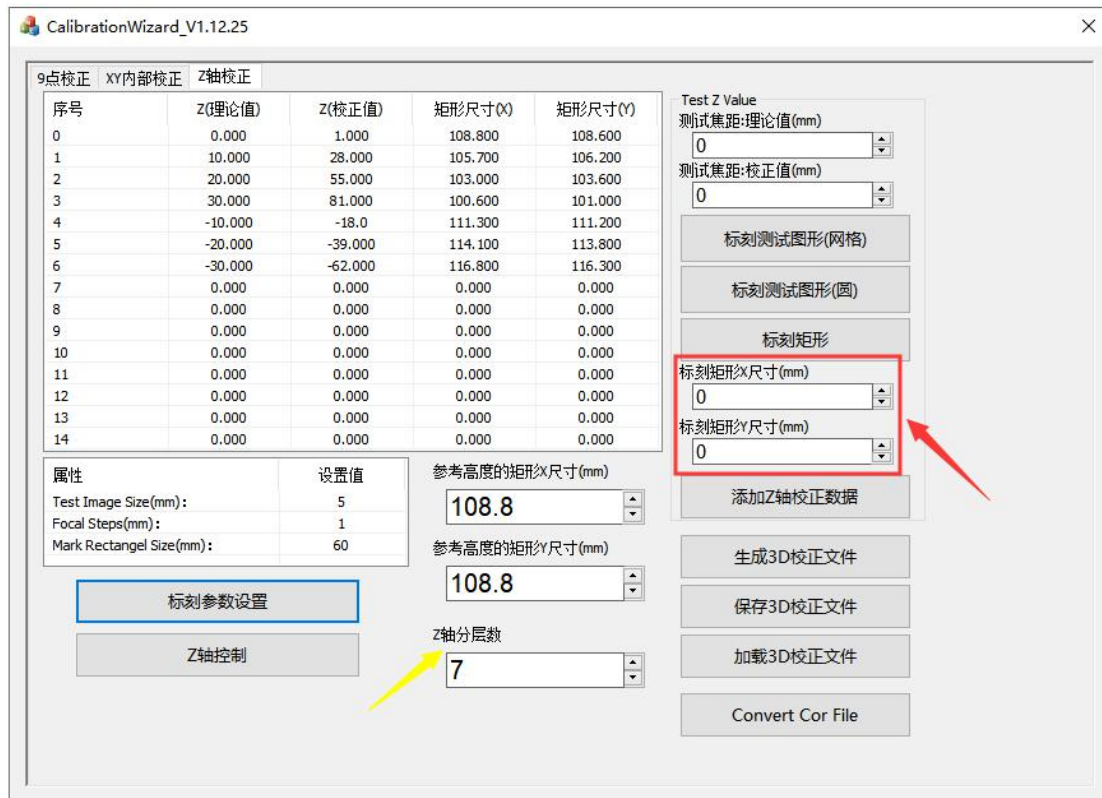

图 4
**注:** 焦距步长尽量不超过 2, 小一点比较好 (但是不容易观察), 适当增加焦距的步长可以更加清晰的观察到焦距变化。观察实际标刻的矩形阵列效果, 通过调整**测试焦距:校正值**的大小, 使标刻效果中心对称即可。确认**校正值的 Z 值**之后点击“**标刻矩形**”，如图 4 红色箭头所示，振镜会标刻出一个矩形, 用直尺量出矩
在图 4 红色方框中填入标刻矩形 X 尺寸与标刻矩形 Y 尺寸，参考高度的矩形尺寸为 0 平面的矩形尺寸，参考高度尺寸大小始终不可变，设置 Z 值分层数，注：要提前输入层数，否则保存时层数会丢失。该设置为需要校正的 Z 值范围，Z 值分层数与参考高度矩形尺寸都不可改变。填入 0 平面的矩形尺寸，校正理论与理论值，参考高度矩形尺寸和 Z 值分层后，点击添加 Z 轴校正数据，校正数据会自动添加到校正表里，即 0 平面的 Z 值校正就做好了。